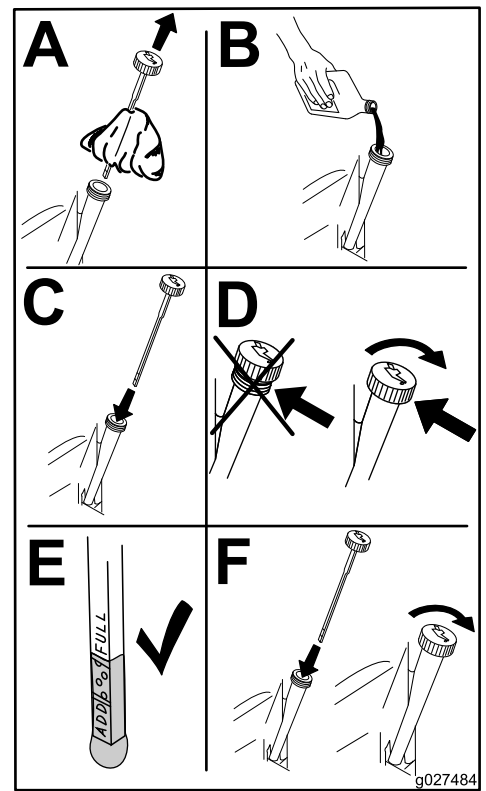

Bild 37
6. Gießen Sie ca. 80 % der angegebenen Ölmenge langsam in den Einfüllstutzen (Bild 37).
7. Prüfen Sie den Ölstand (Bild 37).